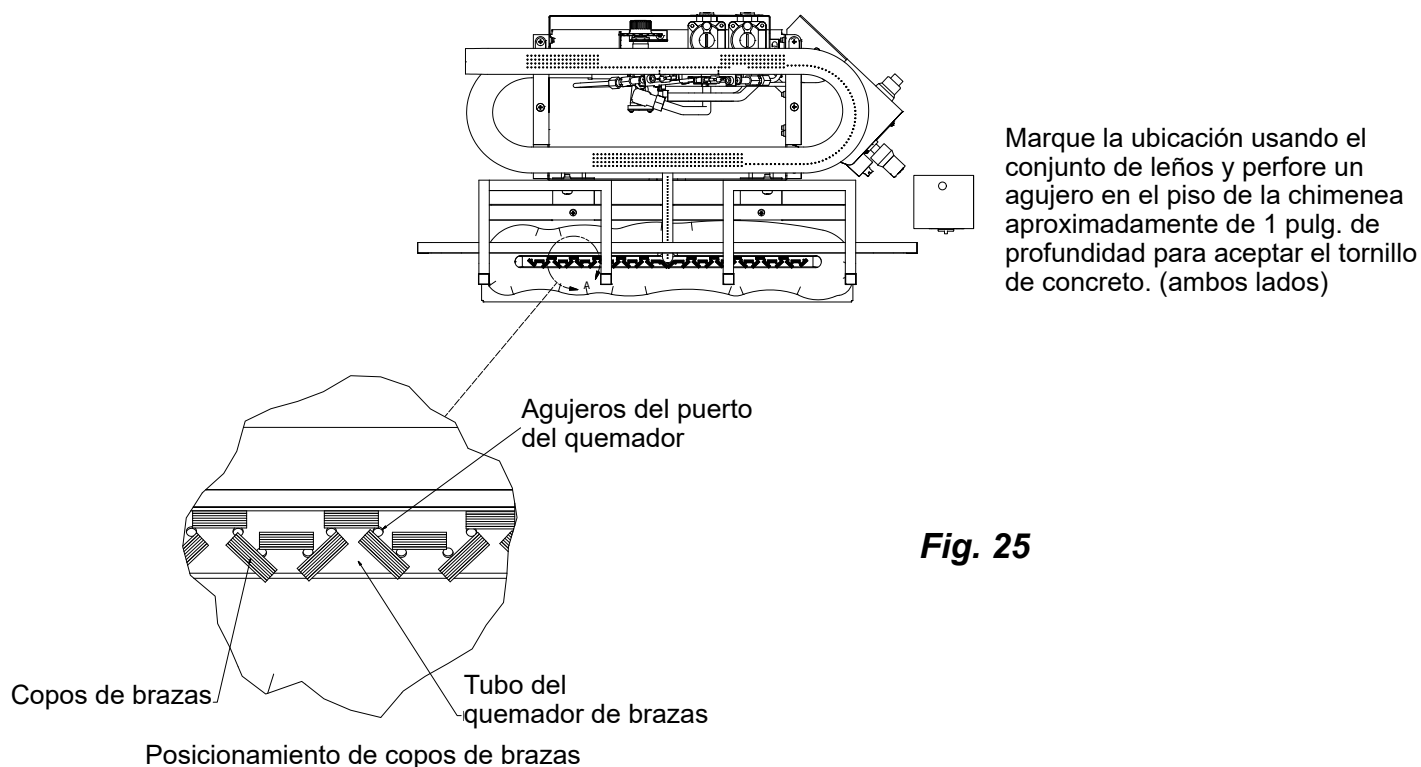

Fig. 25
3. Con cuidado, coloque las formas en el tubo del quemador horizontal como se describe en la Fig. 25.